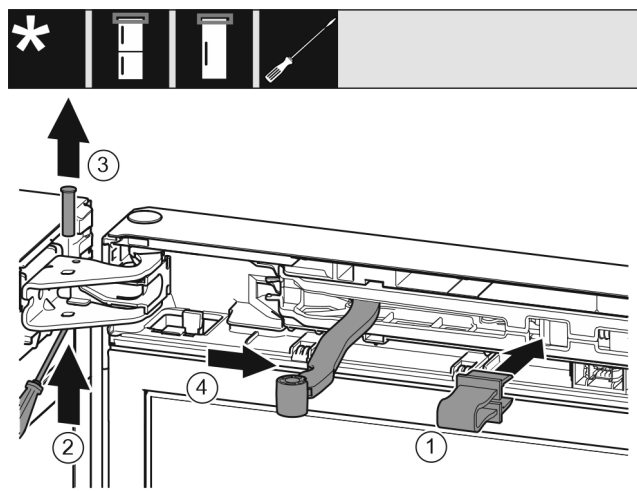

Fig. 9
- Encajar un seguro en la apertura. Fig. 9 (1)
- Desenroscar el perno con el destornillador. Fig. 9 (2)
- Extraer el perno hacia arriba. Fig. 9 (3)
- Girar la articulación en dirección a la puerta. Fig. 9 (4)